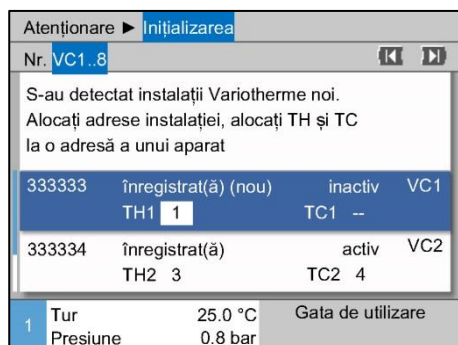

Fig. 21: Alocarea adresei TH
3. Navigați pe adresa pentru TH cu tasta și alocăți o adresă înregistrată. (→ Fig. 21 ex. alocăți Adresa 1 la TH1).